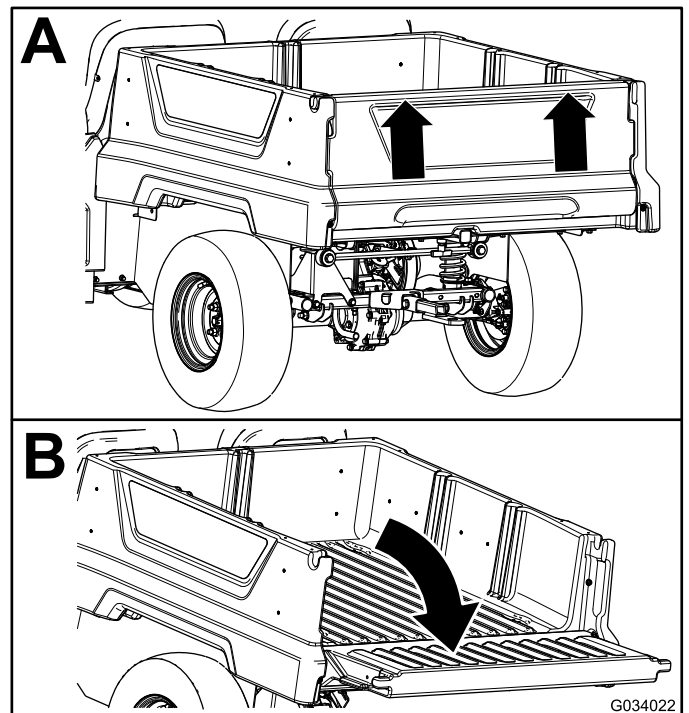

Bild 15
2. Heben Sie die Heckklappe mit beiden Händen an der Leiste oben an der Heckklappe an (Bild 15).
3. Senken Sie die Heckklappe ab, bis sie bündig mit dem Boden der Ladepritsche ist (Bild 15).